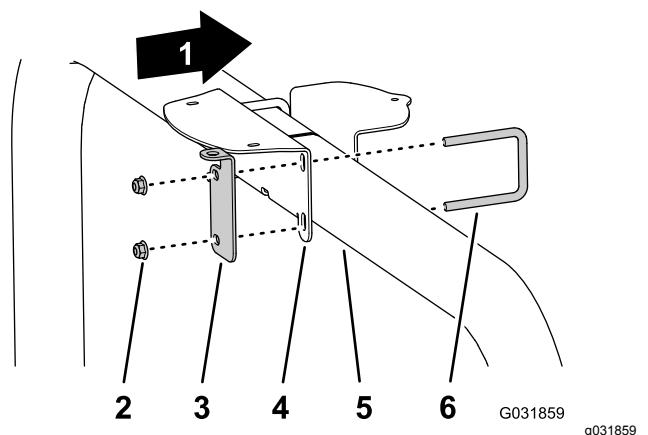

Bild 150
- Wenn die Maschine mit GNSS und dem CDMA- oder GSM-RTK-Berichtigungsmodemkit ausgerüstet ist, befestigen Sie die Empfängerbefestigung und die RTK-Antennenhalterung mit den zwei U-Bügeln und vier Sicherungsbundmuttern (3/8") am Überrollschutzrohr (Bild 150).